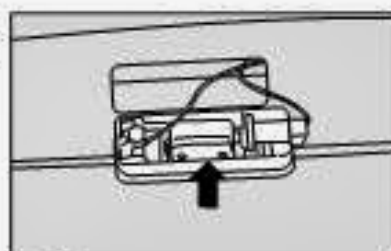

fig. 25
2) retire o refletor, atuando com uma chave de fenda no ponto indicado pela seta **fig. 25**.